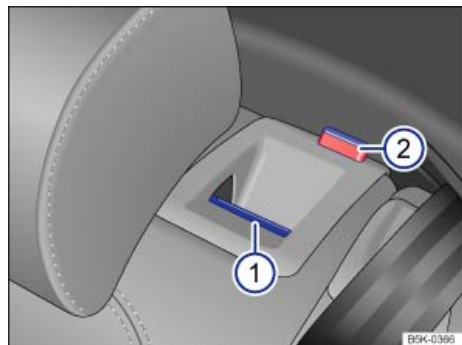

Fig. 132 En el respaldo del asiento trasero: tecla de desbloqueo ①; marca roja ②.
- Tire de la tecla de desbloqueo ⇒ fig. 132 ① hacia delante y, al mismo tiempo, abata el respaldo hacia delante.
- La parte en cuestión del respaldo está desbloqueada cuando se ve la marca roja ②.